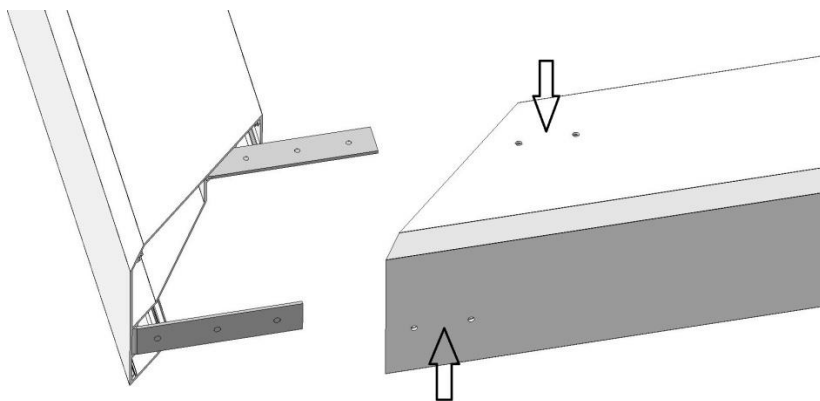

Рис.6
6. Далее произвести сборку и монтаж всей остальной конструкции, согласно п.1-5. На последнем соединении детали Св-6 и Св-1 снять с рассеивателя защитную пленку и вставить в паз, затянуть винты на светильнике снаружи (шестигранным ключом 2 мм) (Рис.6). Подключить светильник к сети. Проверить работоспособность всей конструкции.